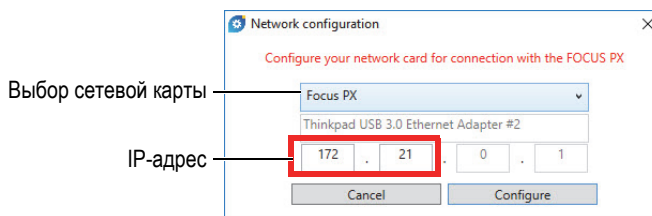

Рис. 5-3 Выбор сетевой карты для конфигурирования
- В диалоговом окне **Network configuration** (Конфигурация сети) выберите сетевую карту, используемую для коммуникации FOCUS PX (см. Рис. 5-3 на стр. 27).